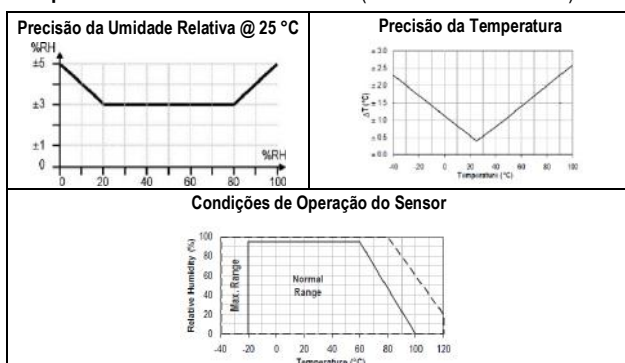

Figura 1 – Precisão na medição de umidade e temperatura
Faixa: 0 e 100 % (RH) (ver Figura 1);
Precisão: ± 3 % (típico, ver Figura 1);
Precisão: $\pm 0,5$ °C (típico, ver Figura 1)
Faixa: -20 e 100 °C (ver Figura 1)
Temperatura -20 a 100 °C (ver Figura 1)